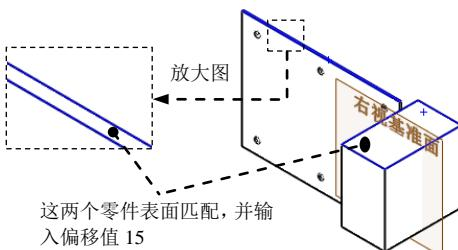

图 17.2.18 元件装配第二约束
(3) 创建“距离 2”配合。选取图 17.2.18 所示的两个面为要配合的实体, 单击 按钮, 并在其后的文本框中输入数值 15, 选中 反转尺寸(E) 复选框; 单击 **配合对齐:** 选项中的“同向对齐”按钮 , 单击“距离 2”对话框中的 按钮。